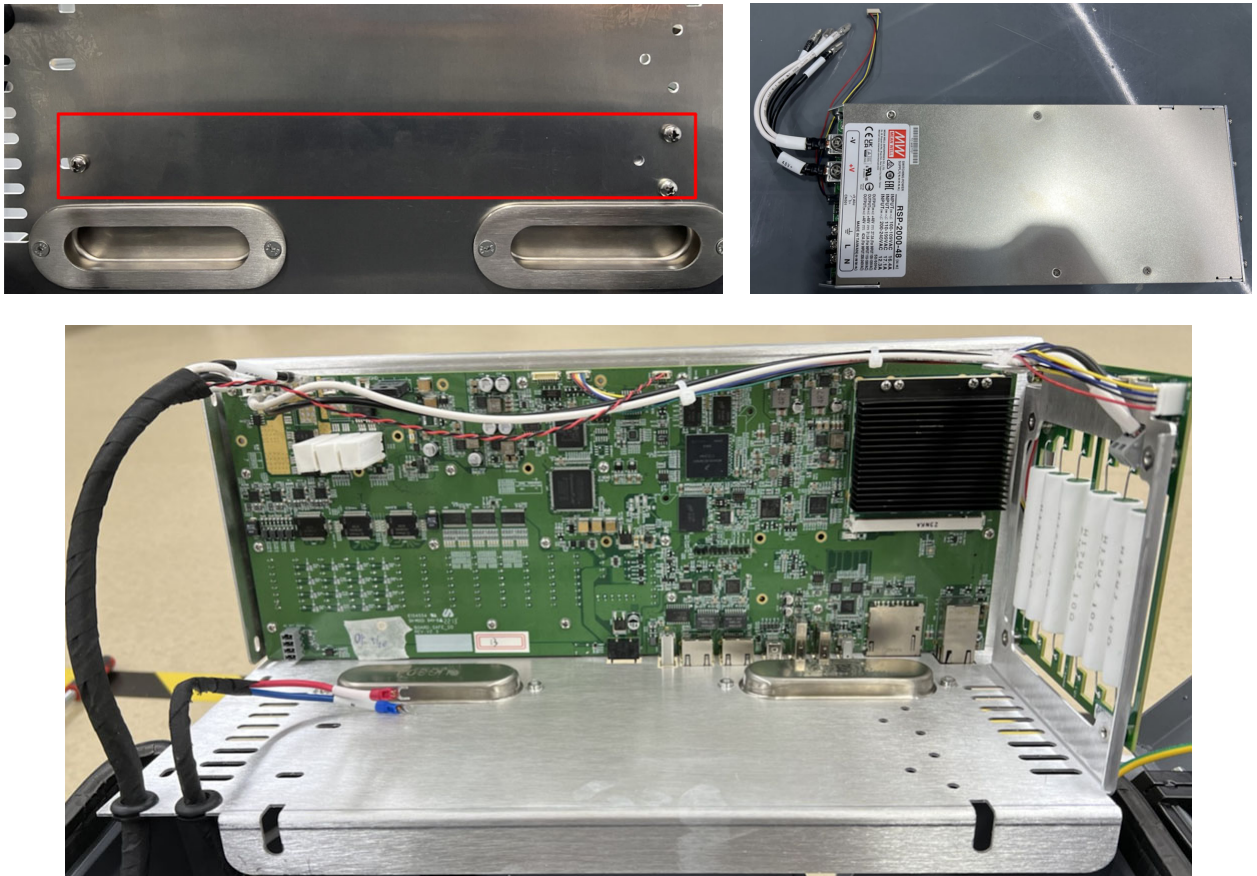

图 3-27 螺钉位置及电源放置方式
- 拆卸固定开关电源的 3 个十字槽盘头螺钉，拿开电源并放置好，如图 3-27 所示；